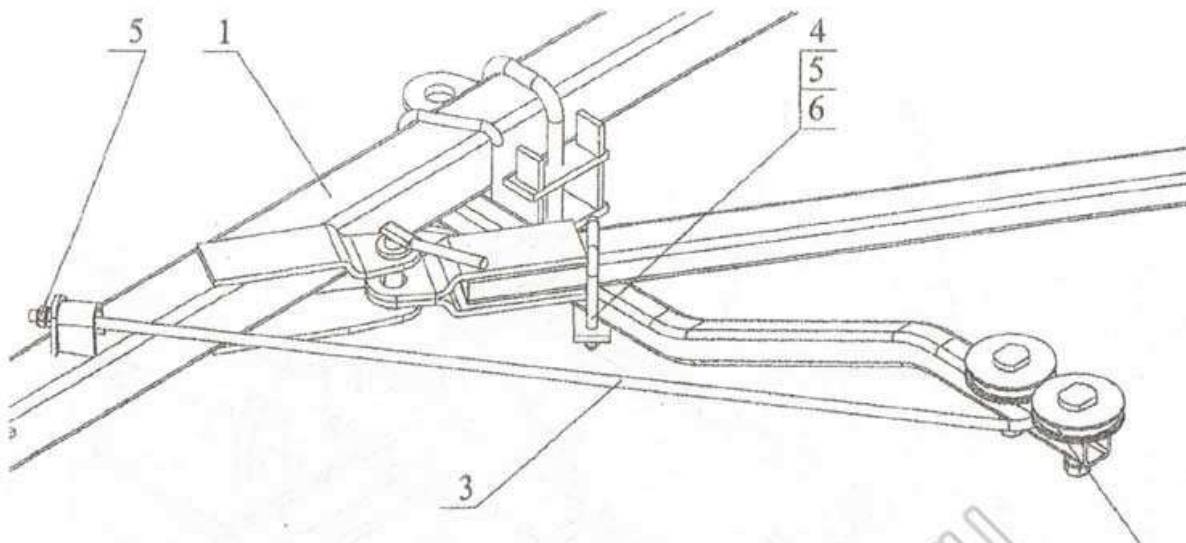

Рис.8 Кронштейн роликов.
- Установить на балках сцепки (рис.8) кронштейны направляющих роликов, закрепив их при помощи скоб 4 и гаек с шайбами, поз 5,6, а также тягами 3, гайками с шайбами.